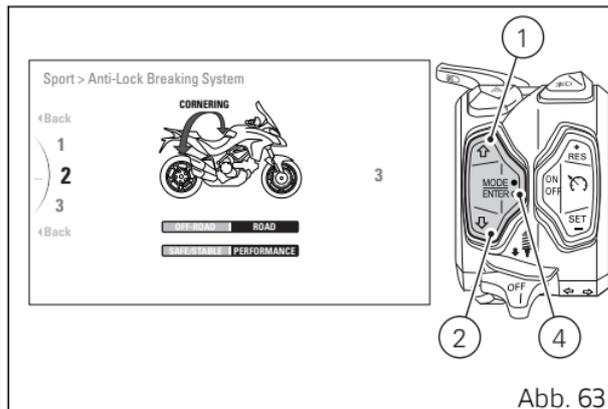

Abb. 63
Über die Tasten (1) und (2) die gewünschte neue Ansprechstufe wählen. Für jede unterlegte Stufe wird (schwarz unterlegt) der entsprechende Wert in der mittleren Tabelle angezeigt. Darüber hinaus wird die Ansprechstufe des Bremssystems in Hellblau angezeigt: die Angabe „!FRONT ONLY“ (Abb. 62) nur bei aktiver Vorderradbremse, die Angabe „**CORNERING**“ (Abb. 63) für die aktive Funktion Cornering.